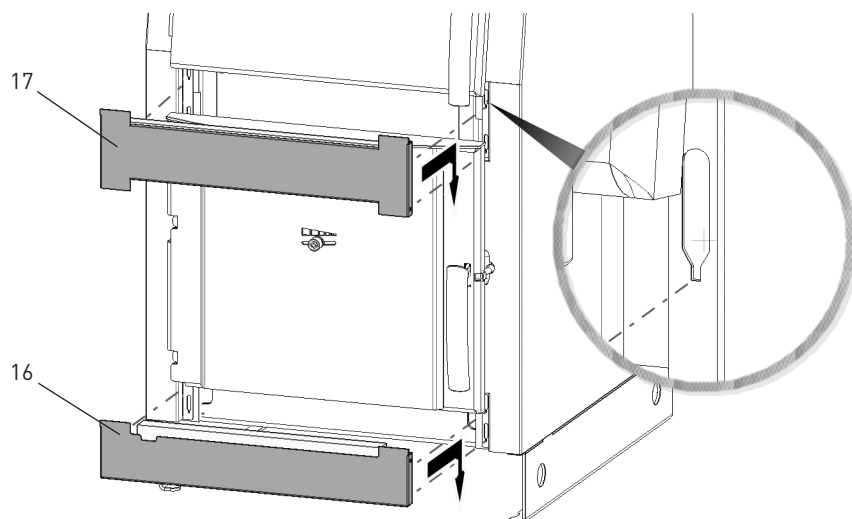

Fig. 8 Montaggio schermature.
- Schermature (parti 16, 17) : montaggio – Fig. 8.